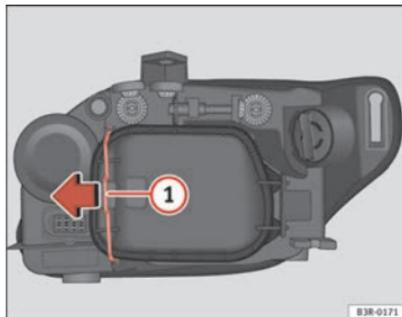

Abb. 210 Abblendlicht
Ein vorheriges Abnehmen des Deckels ⇒ Seite 280, Abb. 210 ist zwar nicht notwendig, erleichtert aber den Ersatz des Blinklichts. ■
- Den Spanner ⇒ Abb. 210 ① in Pfeilrichtung bewegen und den Deckel abnehmen, indem zuerst die Seite des Spanners und danach die beiden Laschen des anderen Endes des Deckels abgenommen werden.